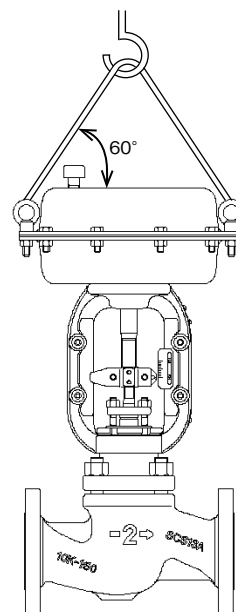

図2-1 吊り下げ事例
5. アイボルトを使用して調節弁を吊り下げる場合、操作器とワイヤーロープの角度が60°以上になるようロープを準備してください。(図2-1参照)